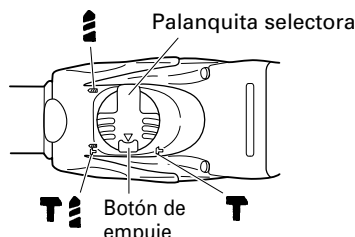

Fig. 13
- (1) Monte el puntero o el cincel.
- (2) Presione el pulsador y ponga la palanca de cambio en el centro de las marcas **T** y **T**. (Fig. 13)